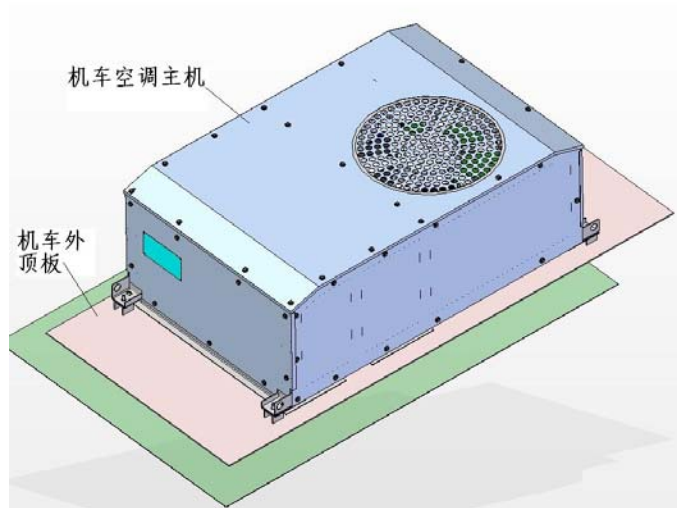

图 7
- (3) 吊上空调主机，风口定位，在司机室内观察无漏光现象。
- (4) 将 4 个安装底座焊接牢固，注意用水降温，防止高温引起减震垫燃烧，同时必须配备灭火器。
- (5) 完全拧紧 4-M10 不锈钢螺钉，主机安装完毕后如下图 7 所示。